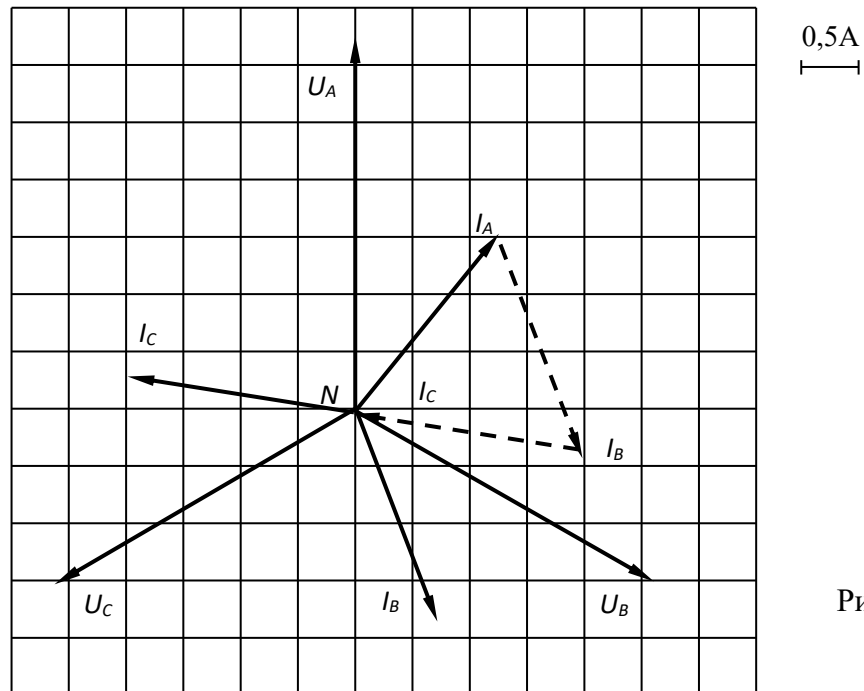

Рис. 1.40
14. Из векторной диаграммы (рис. 1.40) видно, что вектора токов I_A, I_B